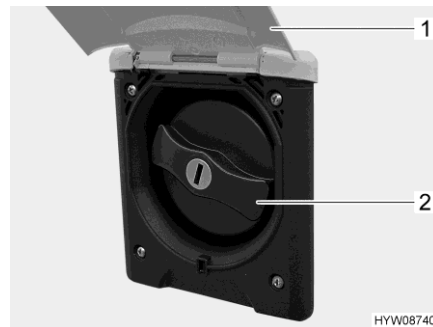

Bild 193 Verschlussdeckel (Trinkwasser-Einfüllstutzen)
- Außenklappe (Bild 193,1) nach oben schwenken.
- Blauen Verschlussdeckel (Bild 193,2) eine viertel Umdrehung drehen.